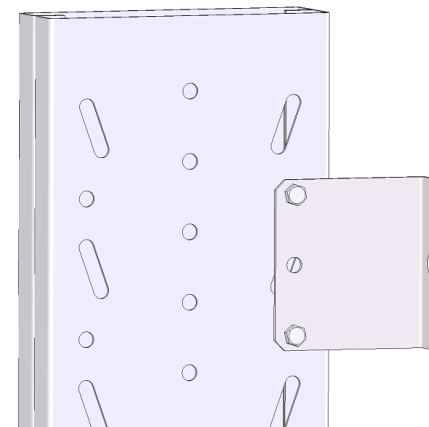

Рисунок 7
3. При установке одностороннего стеллажа, необходимо присоединить кронштейн (входящего в комплект) к стойке при помощи болтов M14×130, гайк M14, шайб 14 (рисунок 7).